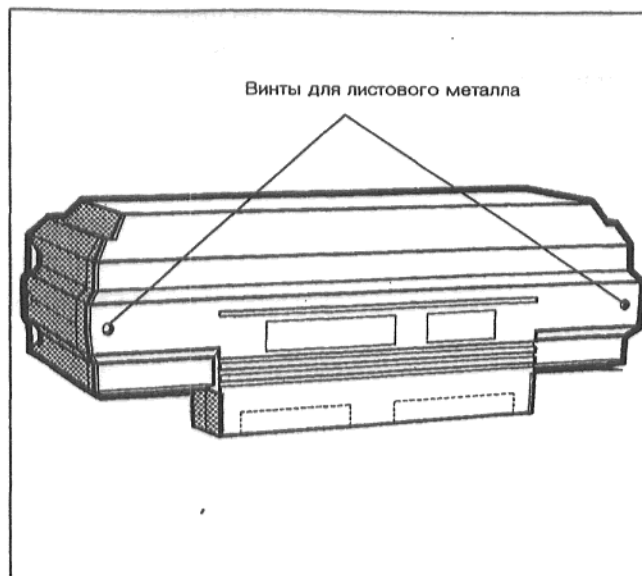

Рис. 38
- Ослабить два винта в крышке клеммной коробки. Крышку клеммной коробки слегка откинуть вверх, после чего снять, подав назад (Рис. 38).
- Ввести капиллярные трубки через элемент для прохода кабеля и раскатать на требуемую длину. Датчики капиллярных трубок провести к точкам измерения котла, ввести там датчики в погружную гильзу и зафиксировать предохранителем датчиков (Рис. 38).